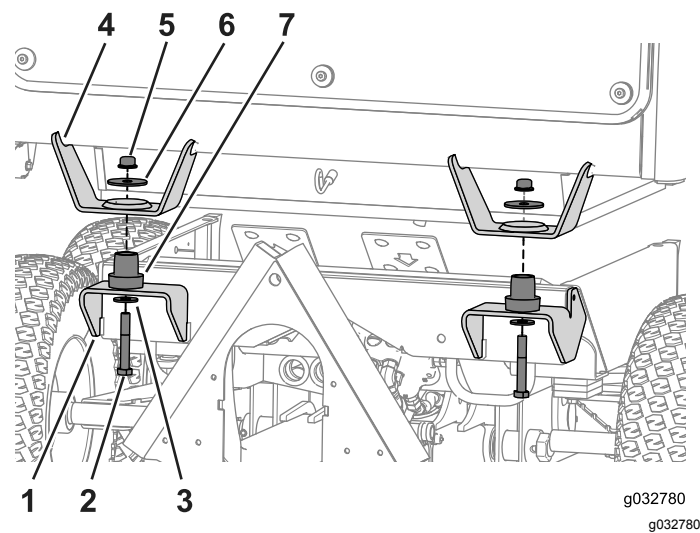

Figure 65
- 2. Abaissez la cabine sur la machine en alignant les 2 trous de boulon sur les supports avant (Figure 65).
- 3. Insérez un support élastique dans chaque emplacement de montage (Figure 65).
- 4. Fixez la cabine sur la machine à l'aide du boulon ($\frac{1}{2} \times 3\frac{1}{4}$ po), de la grande rondelle et de l'écrou à embase (Figure 65).